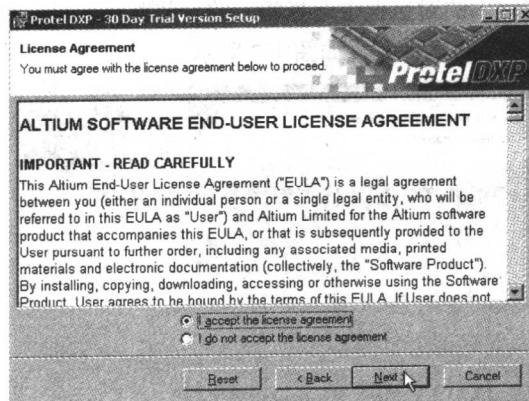
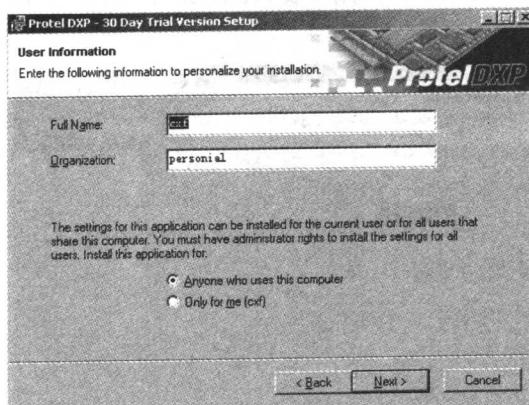
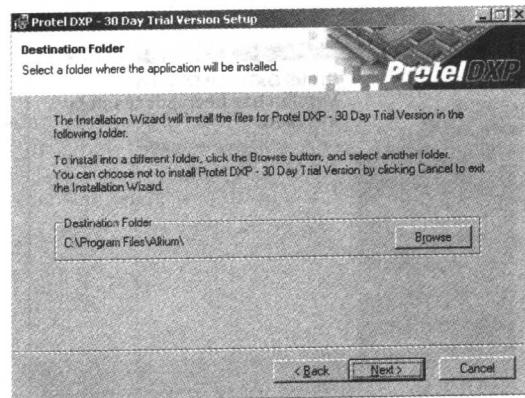

图1-4 安装协议许可对话框
图1-5 安装向导第三步对话框
图1-6 修改安装路径对话框
(4) 单击Next按钮，进入安装协议许可对话框，如图1-4所示。
(5) 单击图1-4中的I accept the license agreement单选框，接受安装许可协议，然后单击Next按钮，进入安装信息输入对话框，如图1-5所示。
(6) 安装进程自动搜索安装信息，在如图1-5所示的对话框中采用默认设置即可，单击Next按钮，继续设置安装过程，弹出如图1-6所示的安装路径设置对话框。